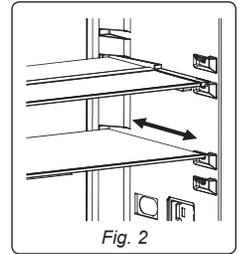

Fig. 2
Poziciononi raftin e derës në lartësinë që ju duhet duke e lëvizur lart e poshtë. Pasi ta çoni në pozicionin që e doni raftin e derës, Isëhoni butonat në anë të raftit të derës (Fig.2). Para se ta lëshoni raftin e derës, lëvizeni lart e poshtë për t'u siguruar që rafti është i fiksuar.
- Për ta çuar raftin në pozicionin fillestar, tërhiqeni drejt vetes. (Fig. 2)